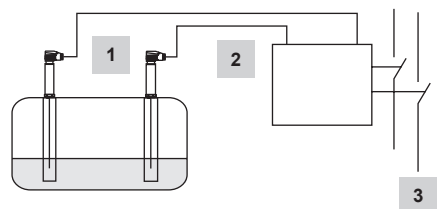

Abb. 9
- Abb. 9** Kombination aus 1 Niveauelektrode LP40 und 1 Niveauschalter LCS3050 als Wasserstandsbegrenzer und 1 Niveauelektrode LP40/1 Niveauschalter LCS3050 als erster Niedrigwasserstandsalarm. Funktionale Sicherheit IEC 61508, SIL 3. Weitere Anwendungen in Übereinstimmung mit nationalen Bestimmungen